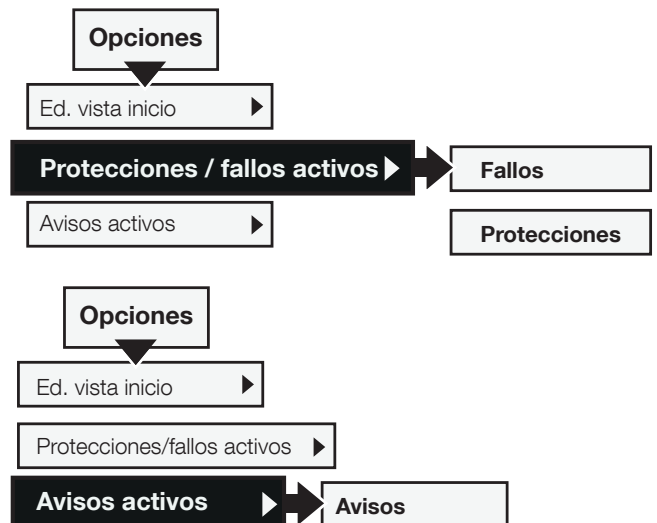

Figura 6.15
Mostrar señal mín. como - Pulse  "Editar" para elegir el valor de escala mínimo en la vista de inicio. Utilice las teclas de navegación para cambiar el valor. Pulse  "Guardar" para guardar el valor. Consulte ③ en la **Figura 6.15**.
Mostrar señal máx. como - Pulse "Editar" para elegir el valor de escala máximo que debe mostrarse en la vista de inicio. Utilice las teclas de navegación para cambiar el valor. Pulse  "Guardar" para guardar el valor. Consulte ③ en la **Figura 6.15**.
Mostrar unidad - Escriba la unidad que debe mostrarse en la vista de inicio. La unidad puede tener hasta 10 caracteres. Utilice las teclas de navegación para cambiar los caracteres. Pulse  "Guardar" para guardar el nombre de la unidad de la vista de inicio. Consulte ④ en la **Figura 6.15**.
Para obtener información sobre navegación, consulte la **Figura 6.15**.